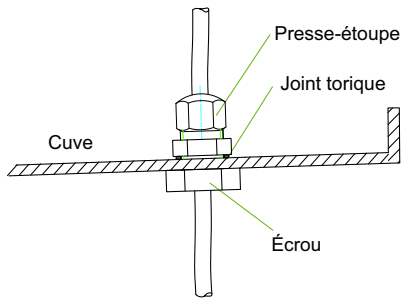

Fig. 1.8:
- 1) Près d'un passage de câbles, percez un trou de Ø 16 mm pour un presse-étoupe supplémentaire dans la cuve de condensats et fixez le collier de fixation fourni (voir Fig. 1.8 à la page 3)